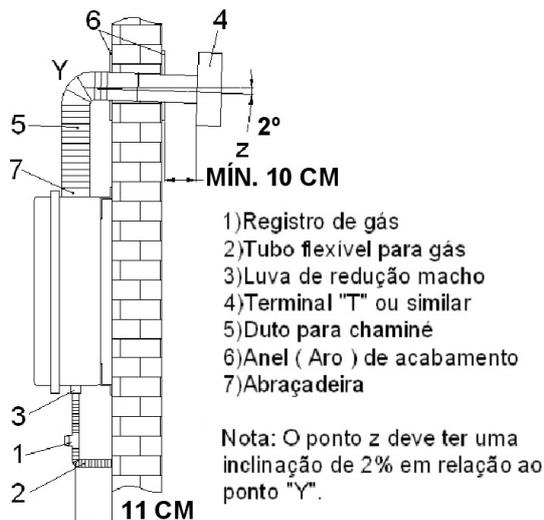

Figura 3
- A extensão deve ser fixada de modo a ter uma inclinação para baixo de 2%. (Figura-3)